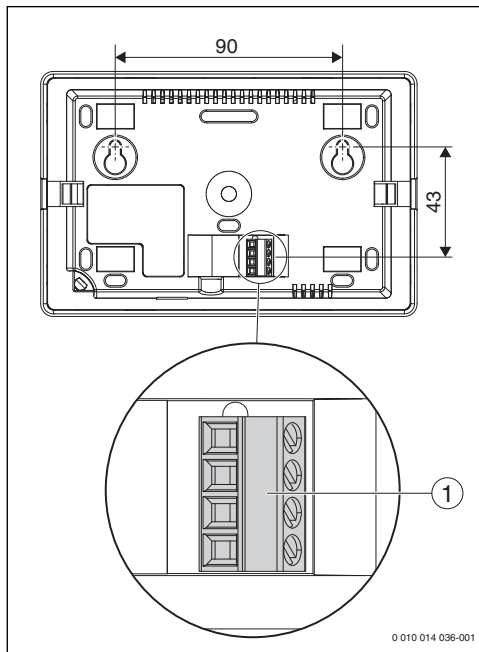

Bild 9 Rückseite Bedieneinheit (Maße in mm)
- ▶ Löcher bohren (→ Bild 9, Seite 19).